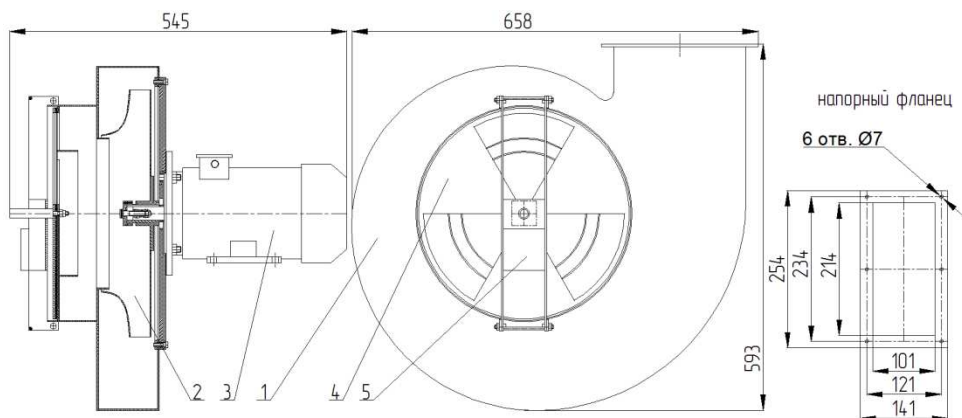

Рис. 4 –Вентилятор ВД-3,5 (Э) (1- корпус, 2-рабочее колесо, 3-эл. двигатель, 4- шибер, 5- привод шибера.
3.1 Вентилятор состоит из шести основных частей (рис. 4): корпуса, электродвигателя, рабочего колеса, шиберного аппарата, привода шибера (по заказу).